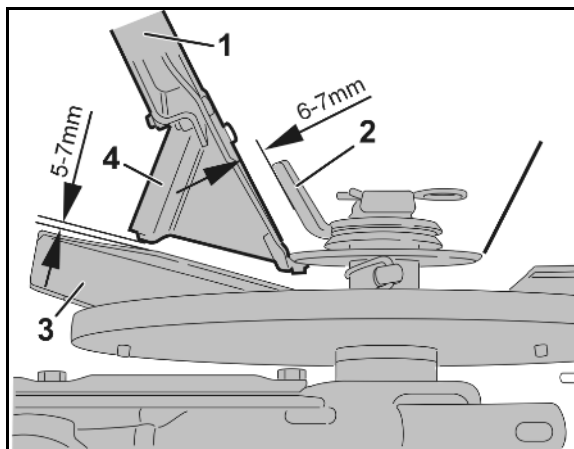

Fig. 101
2. Indstil spjældstilling 11 via indstillingsgrebet (Fig. 101/1).